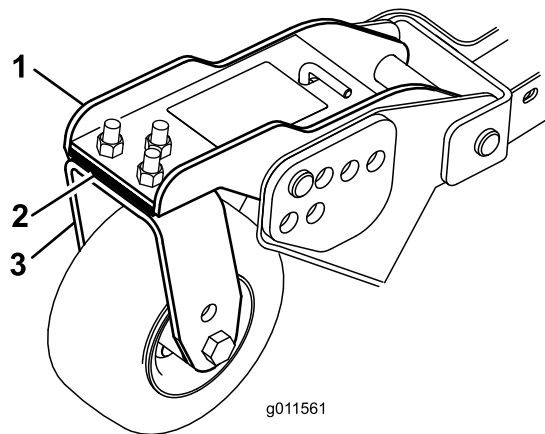

Figura 31
Rode a lâmina em cada eixo até que as suas extremidades se encontrem viradas para a frente e para trás. Meça a distância existente entre o chão e a ponta dianteira da lâmina. Ajuste os calços de 3 mm do(s) braço(s) da roda giratória dianteira de forma que coincidam com a altura de corte fixada no autocolante (Figura 31). Apenas para o exterior do eixo da lâmina, consulte Ajuste da inclinação da unidade de corte.
3. Se extremidade interior da unidade de corte lateral estiver demasiado levantada em relação à ponta exterior da unidade de corte frontal, retire os calços de 3 mm do fundo do braço da roda giratória dianteira interior na unidade de corte lateral (Figura 31). Verifique novamente as medições entre as pontas exteriores de ambas as unidades de corte lateral e a ponta interior da unidade de corte até à ponta exterior da unidade de corte frontal.